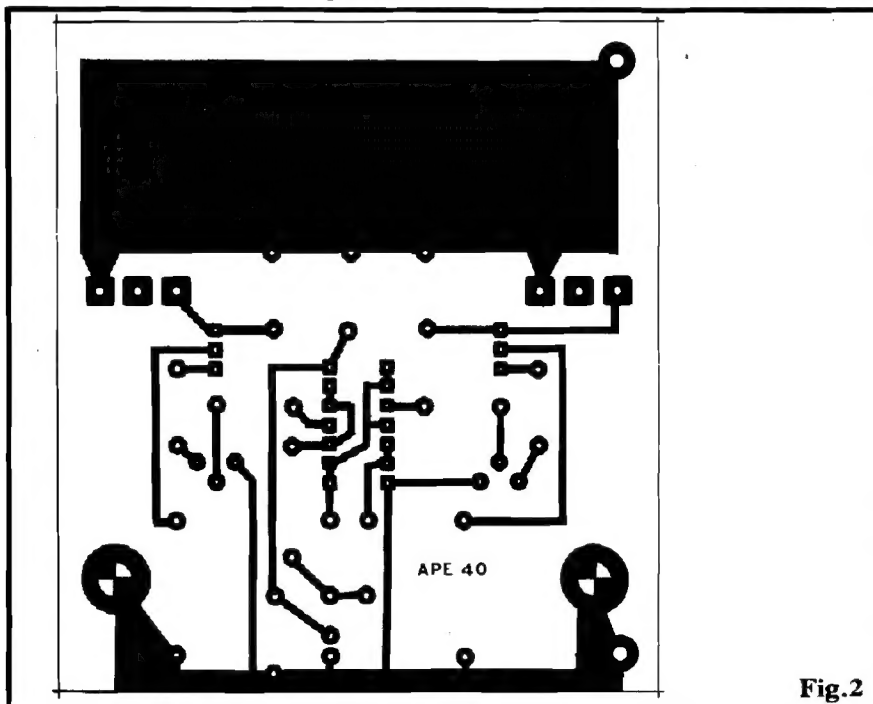

Fig. 2
- **FIG. 2 - LAY OUT DO CIRCUITO IMPRESSO ESPECÍFICO** - Embora o arranjo de ilhas e pistas cobreadas seja simples, de fácil implementação mesmo pelo Leitor que ainda não seja muito "coba" na confecção de Impressos, há que se notar alguns pontos **IMPORTANTES**: alguns dos setores mostram área cobreada bastante avantajada, e isso é absolutamente necessário, em função das "bravas" Correntes que por eles circularão... Notem ainda que os próprios furos de fixação final da placa (demarcados por "cruzeiras"...), também são "taludes", além de se encontrarem, eletricamente, "coincidindo" com a própria linha do **negativo** geral da alimentação, com o que - se os parafusos "precisarem" - mecanicamente, fazer contato direto com o **chassis** do veículo, sem problemas. Observem ainda as ilhas "robustas" destinadas aos dois transístores de Potência (cujos terminais são de calibre superior ao das "pernas" de componentes "normais"...). No mais, nenhuma complicação, um lay out pouco "congestionado", mostrado em tamanho natural (escala 1:1, na base do "carbonar" diretamente, fazer a traçagem, corroer, furar, limpar e... usar...).